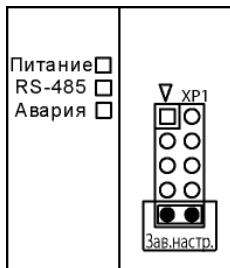

Рисунок 4.1
- установить перемычку **JP1** на соединителе **XP1** (см. рисунок 4.1) в положение **Зав. настр.**, при этом прибор перестроится на заводские значения сетевых параметров, но в его памяти сохраняются ранее установленные значения сетевых параметров;